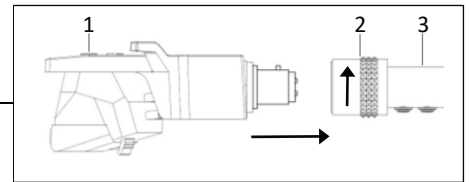

図.2
1. 背面の主電源スイッチ(8)をオンにします。⏻マークと「33」のLEDが青く点灯します。(図2)